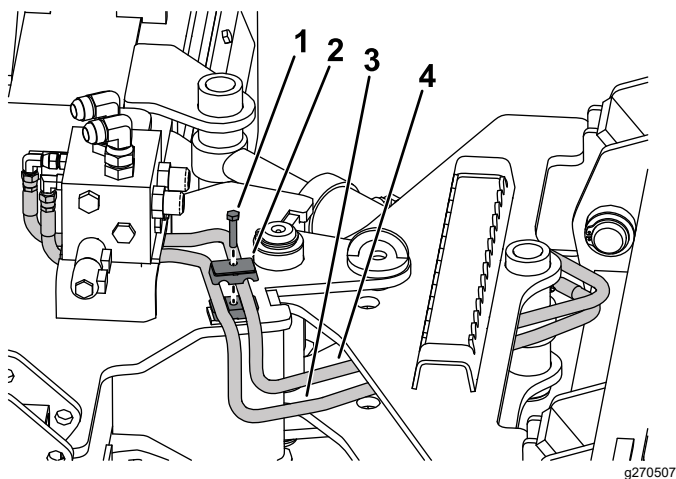

Рисунок 4
8. Подсоедините длинный и короткий шланги к коллектору, затем проложите шланги под коллектором и установите шланговый хомут, как показано на Рисунок 4 и Рисунок 6.